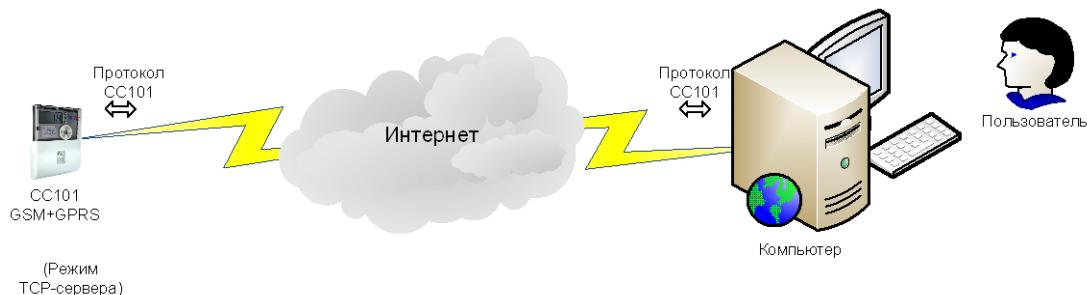

Рисунок 2.5. Считывание показаний и управление счетчиком через сеть Интернет
2.5 Пользователь выбирает и считывает показания счетчика на компьютер, подключенный к прибору через сеть Интернет (Рисунок 2.5). В этом варианте основной последовательный интерфейс свободен, а модуль расширения «GSM/GPRS контроллер» внутри счетчика работает в режиме TCP-сервера. Максимально допустимое расстояние до прибора ограничено только наличием доступа к сети Интернет, а счетчика – к сети оператора связи GSM/GPRS. В программе на компьютере можно осуществлять выбор, автоматическое считывание и сохранение показаний в базе данных, формирование отчетов, управление счетчиком и т.д.